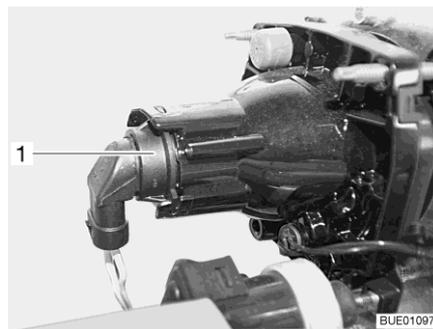

Fig. 213 Faro anabbagliante/abbagliante/luce di posizione
- Afferrare dietro il supporto lampada (Fig. 213,1).